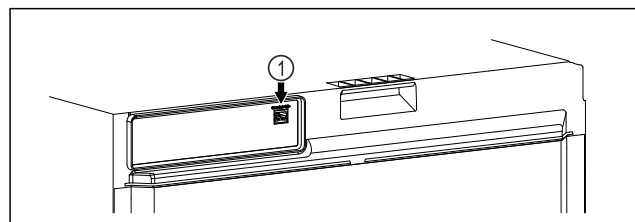

Fig. 105
- SmartModule Fig. 105 (1) встановлено.